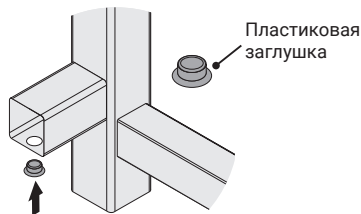

Рис.9
4.2.5. Технологическое отверстие в модуле скрытого подключения закрыть пластиковой заглушкой которая входит в комплект полотенцесушителя (рис. 9).